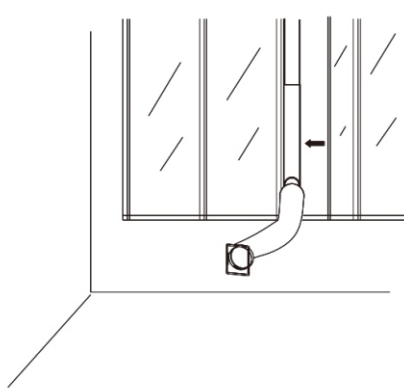

Fig.7
8. Instale el conducto de aire de salida, el kit de ventana y sus accesorios en la ventana, luego cierre la ventana según la dirección de la flecha en el dibujo de la Fig. 7 para presionar el kit de ventana firmemente.